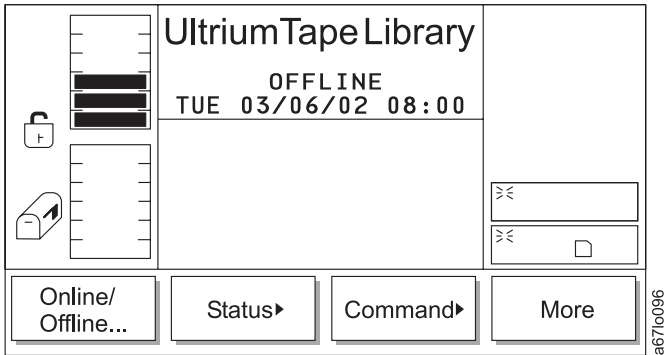

Abbildung 80. Dialog zur Überprüfung des Statuswechsels
- Wird **OK** ausgewählt, erscheint der Dialog zur Überprüfung des Statuswechsels (siehe Abb. 80), und das Kassettenarchiv wird in den Status *Offline* gesetzt.
Tabelle 29. Übersetzung von Abb. 80, Dialog zur Überprüfung des Statuswechsels